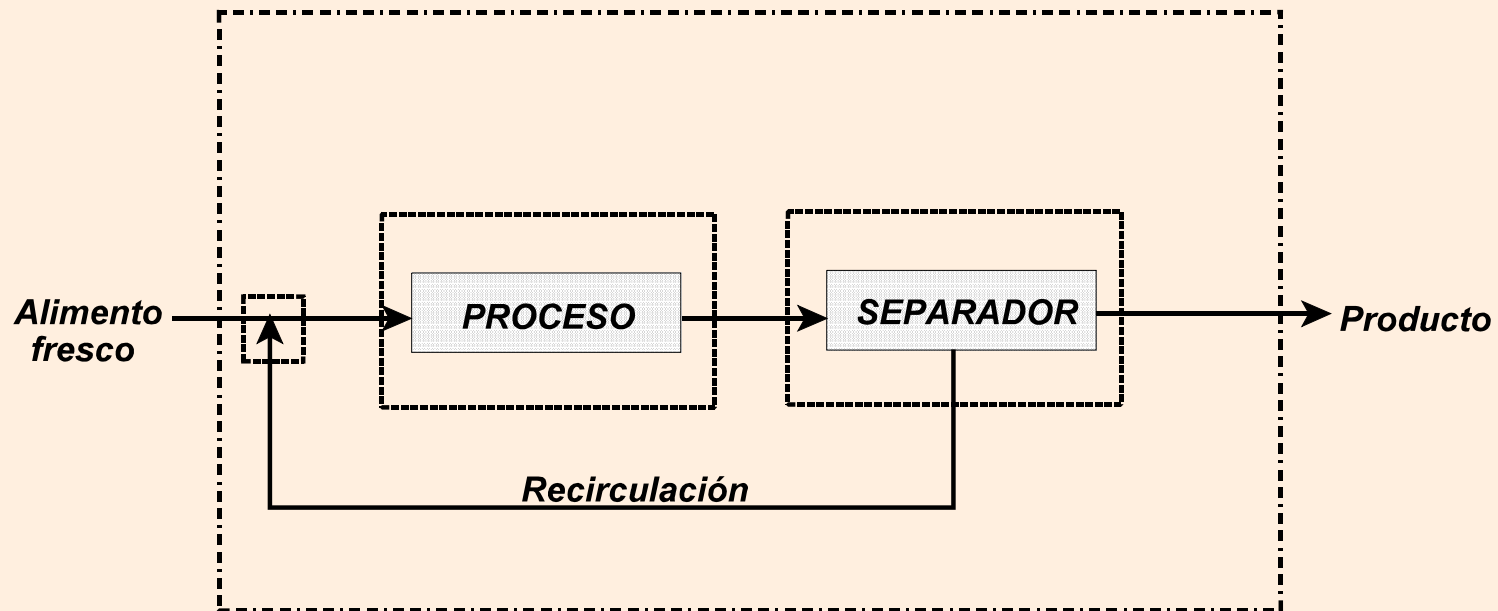

Figura 3.3: Recirculación.
**Recirculación (“recycle”)**: Corriente que se devuelve a la corriente de alimentación como resultado de una separación efectuada en la corriente de salida de un proceso para aprovechar disolventes valiosos o aumentar la conversión de reacciones reversibles (**Figura 3.3**); se efectúa un balance alrededor de todo el sistema, alrededor de cada bloque y en el punto de mezcla.